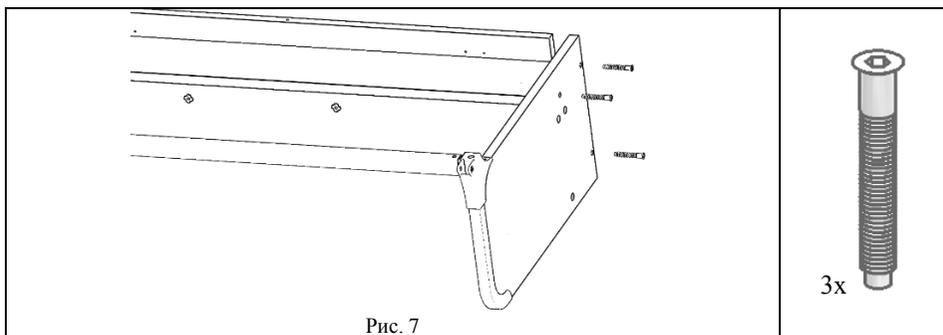

Рис. 7
5.1.6. К сборке по п. 5.1.5 прикрутить с помощью винтов конфирмат (поз. 1, пакет № 162) стенку боковую правую (сборка по п.5.1.1.3), см. рис.7.